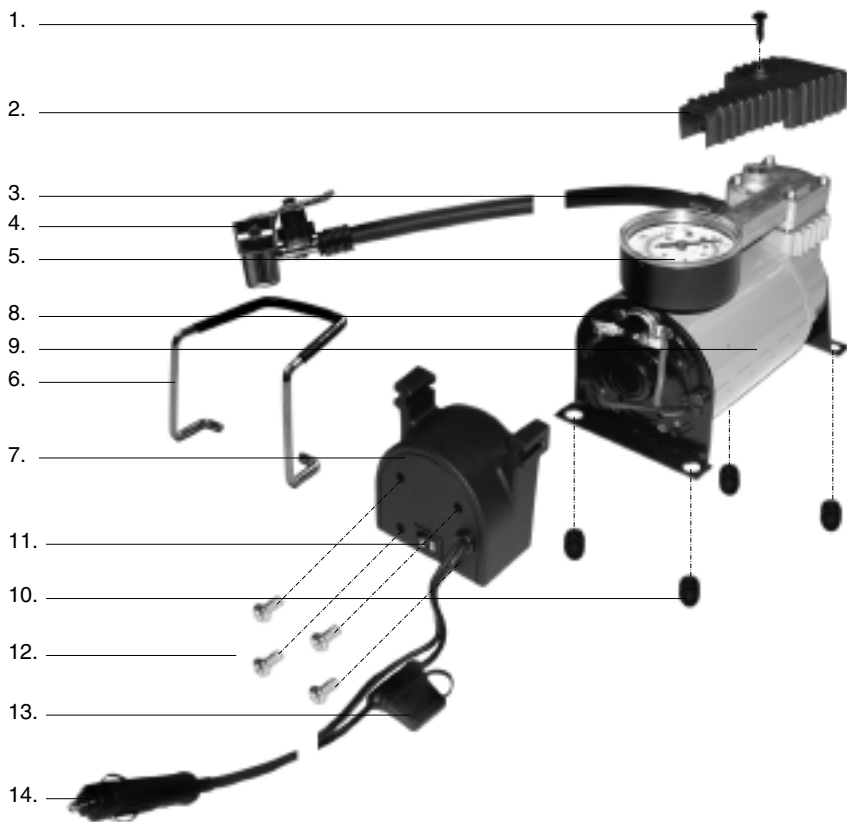

Рис.1
1. Установите накидной зажимной патрон (рис.1 ) к золотнику шины;
- Быстросъёмный накидной патрон, установленный на шланге компрессора (рис.1), снабжен универсальным клапаном (deflator), позволяющим добиваться абсолютно точных значений давления в шине, путем непрерывного и прерывистого выпуска воздуха из шины.